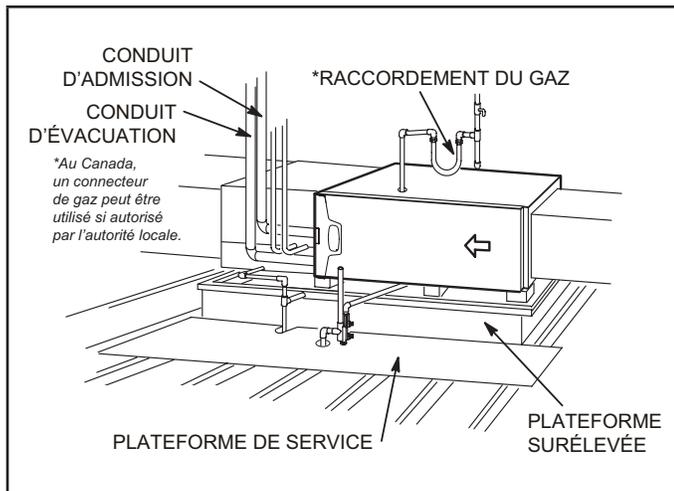

Figure 19
- 2 - Construire une plateforme surélevée en bois et la recouvrir d'un panneau de contreplaqué. Si l'unité est installée au-dessus d'un espace fini, installer une cuvette de drainage auxiliaire sous l'unité. Installer l'unité dans la cuvette comme illustré à la Figure 19. Prévoir un dégagement de 8 po en dessous de l'appareil pour liège à condensat.